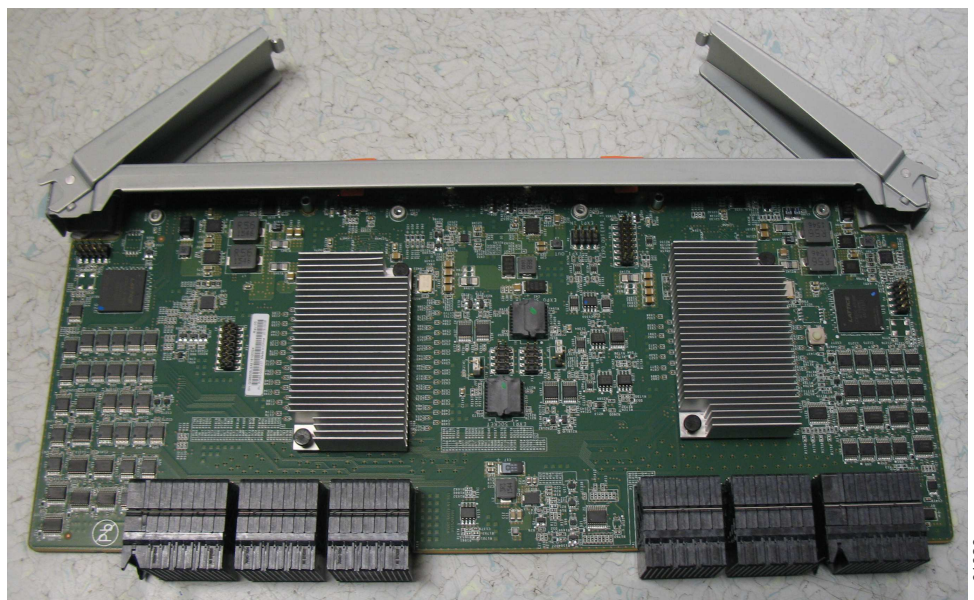

Figura 117. Módulo do expensor secundário removido do gabinete
5. Coloque o módulo do expensor secundário em um local seguro, conforme mostrado em Figura 117 na página 130.